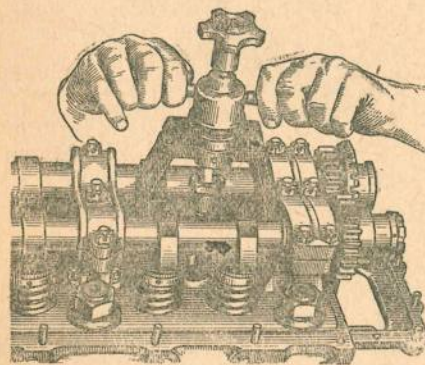

Рис. 18. Снятие форсунки при помощи приспособления сб. 330-338
4. Снять форсунку. Для этого повернуть коленчатый вал и поставить кулачки распределительных валиков в положение, удобное для снятия форсунки. Отвернуть две гайки, крепящие фланец форсунки к головке блока. Снять форсунку при помощи специального съемника сб. 330-338, как указано на рис. 18.